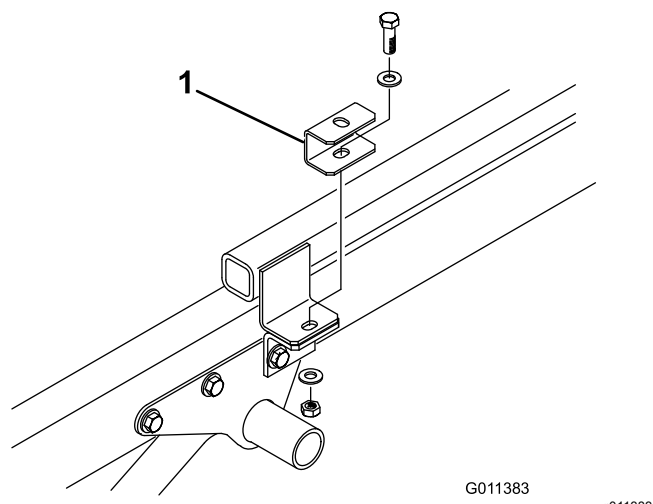

图 7
4. 用之前卸下的平头螺丝、2 个扁平垫圈和锁紧螺母将垫片安装架固定到各个挂钩架凸耳的顶部图 7。
6. 将机器放置到 Workman 工作车机架上将后安装架中的孔与机器两侧的孔对齐图 7。